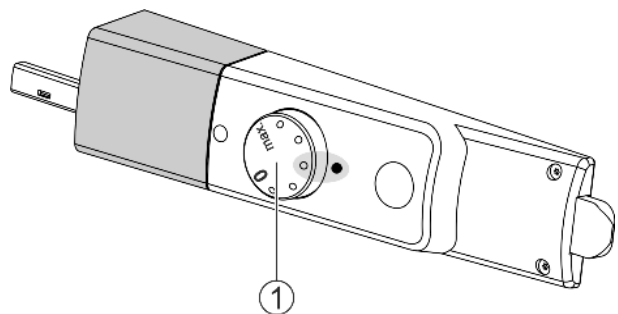

Fig. 3
- Temperatuurregelaar Fig. 3 (1) naar rechts van stand 0 naar stand 3 draaien.